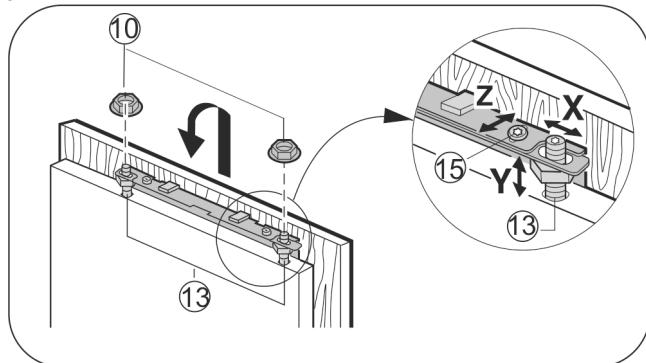

Fig. 31
- Möbeltür auf die Justagebolzen Fig. 31 (13) einhängen und Kontermuttern Fig. 31 (10) locker auf die Justagebolzen schrauben.
- Möbeltür in der Höhe **Y** und in der seitlichen Neigung ausrichten: Justagebolzen Fig. 31 (13) mit einem Schraubendreher einstellen.
- Kontermuttern Fig. 31 (10) anziehen.